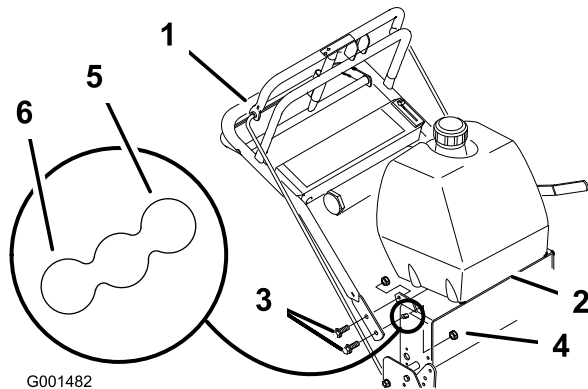

Figure 21
- Desserrez les boulons à embase supérieurs (3/8 x 1 po) et l'écrou à embase de fixation du guidon au cadre arrière (Figure 21).
- Enlevez les boulons à embase inférieurs (3/8 x 1 po) et les écrous à embase de fixation du guidon au cadre arrière (Figure 21).